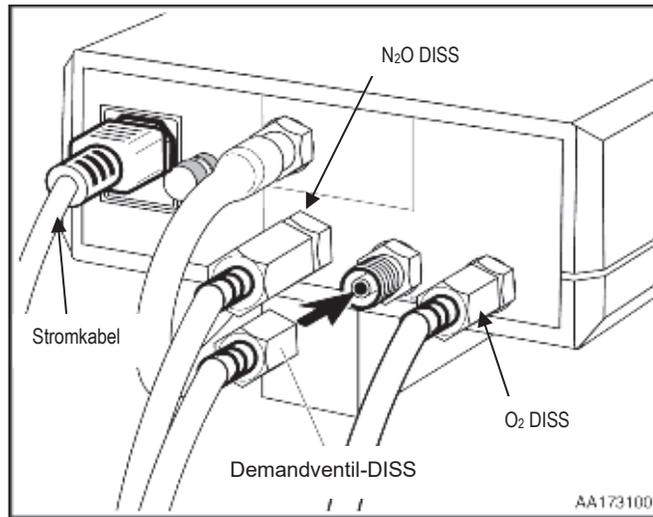

Abbildung 3. Anschluss an der Geräterückseite.
1. Schließen Sie das DISS-Innensechskant-Anschlussstück des Lachgasschlauches an den DISS-N₂O-EINLASS-Anschluss an der Rückseite des Mischerkopfes an (siehe Abbildung 3). Ziehen Sie das Anschlussstück per Hand und dann mit einem 7/8-Zoll-Gabelschlüssel (ca/ 1/8 Umdrehung) fest. *Nicht zu fest anziehen!*
2. Verbinden Sie das DISS-Innensechskant-Anschlussstück des Sauerstoffschlauches mit dem DISS-O₂-EINLASS-Anschluss an der Rückseite des Geräts an (siehe Abbildung 3). Ziehen Sie das Anschlussstück per Hand und dann mit einem 11/16-Zoll-Gabelschlüssel (ca/ 1/8 Umdrehung) fest. *Nicht zu fest anziehen!*
erhältlich (Bestell.-Nr. 91505085) und wird direkt an den O₂-Auslass (Abbildung 3) an der Geräterückseite angeschlossen.